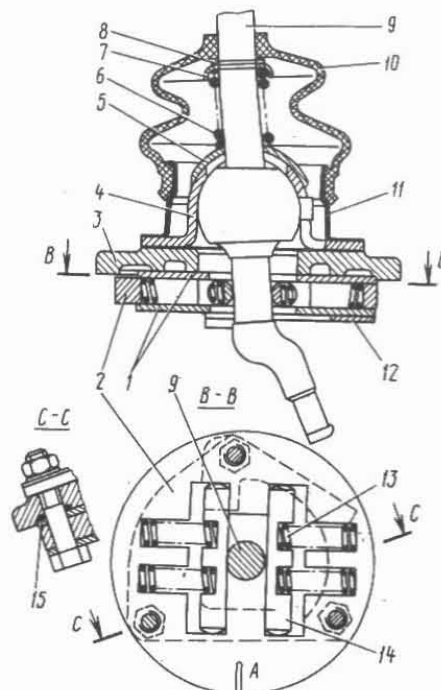

Fig. 3-37. Mecanismo de selección de las velocidades:
- quite el manguito protector 10 (fig. 3-37), los anillos de fijación y de tope 8 y 7, el muelle 6 y la arandela esférica 5 de la palanca de cambio de las velocidades;